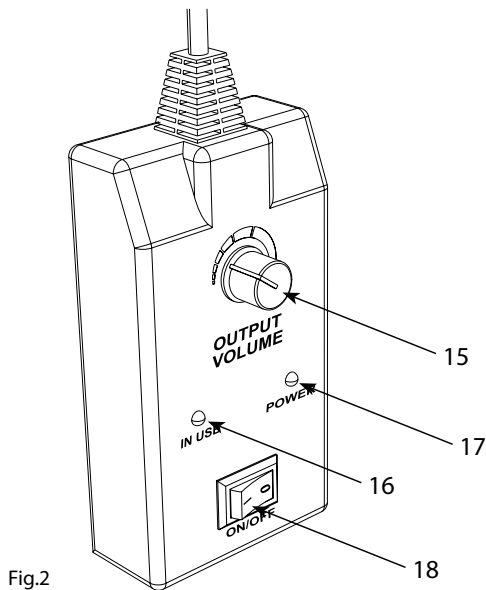

Fig.2
Dopo aver inserito la spina del cavo di alimentazione in un a presa di rete (220-240V~/ 50/60 Hz) e aver collegato il comando a filo (fig.2) alla macchina, mettere in funzione la VX1300SNOW mediante l'interruttore POWER (1) sul pannello posteriore dell'unità.